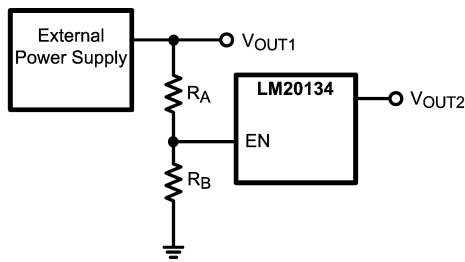

FIGURE 6. Sequencing LM20134 with Precision Enable
LM20134 の高精度イネーブル (EN) ピンおよびパワーグッド (PGOOD) ピンを使って、多くのシーケンス要件に対応できます。Figure 6 に示すとおり、2 つの外部抵抗を使用することにより、高精度イネーブル・ピンで LM20134 のターンオンを制御できます。